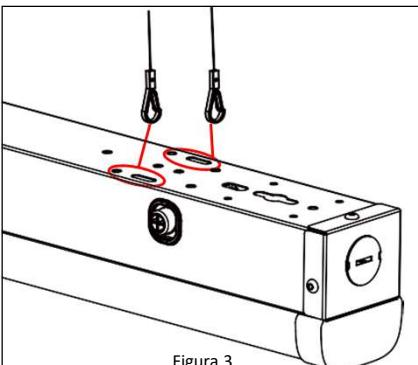

Figura 3
7. Fija las presillas a la parte posterior de la lámpara. *Ver la Figura 3.*